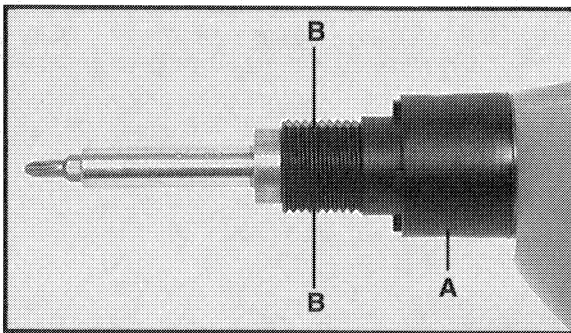

Fig. 6
Inspectez périodiquement, suivant l'usage, les mâchoires de l'embrayage du tournevis pour y relever tout signe d'usure. Pour ce faire, retirez le boîtier (A) Fig. 6, du mécanisme du tournevis du bloc moteur.
REMARQUES : Le carter d'embrayage est fixé au bloc moteur avec filets gauches. L'ensemble de butée de profondeur peut être déposé du carter d'embrayage afin d'exposer une série de « plats » de serrage (B), Fig. 6, sur le carter d'embrayage. Ces plats permettent l'utilisation d'une clé pour faciliter la dépose du carter d'embrayage.